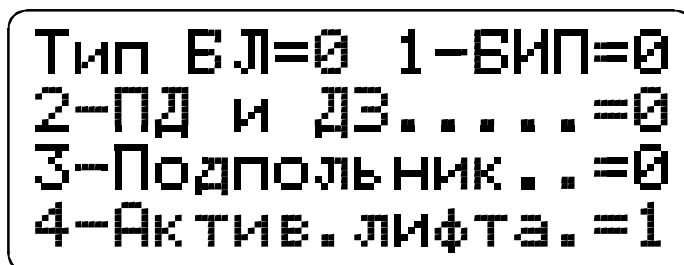

Рис.14 1-я страница подменю "Настройка"
2.2.4.1 Из меню "Состояние линии комплекса", нажимая клавишу [ # ], войдите в меню "Команды комплекса". Нажмите на клавишу [ 3 ], при этом высветится 1-я страница подменю "Настройка" (см. Рис.14) .